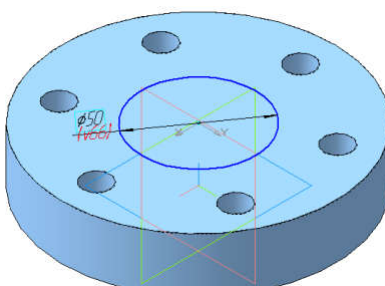
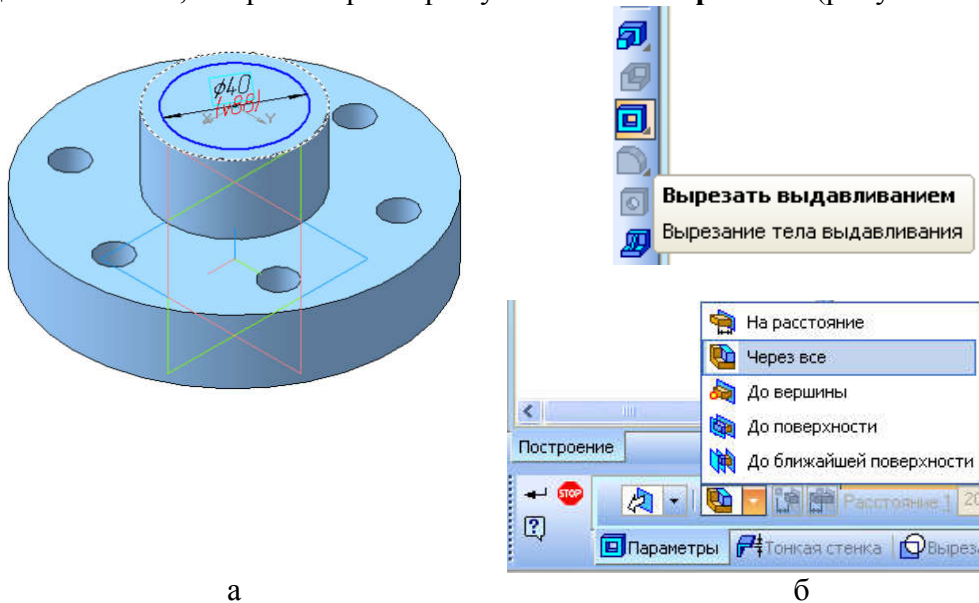
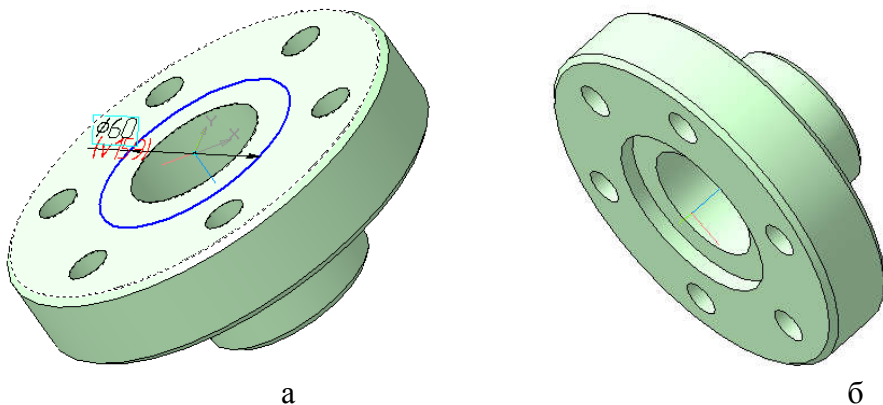
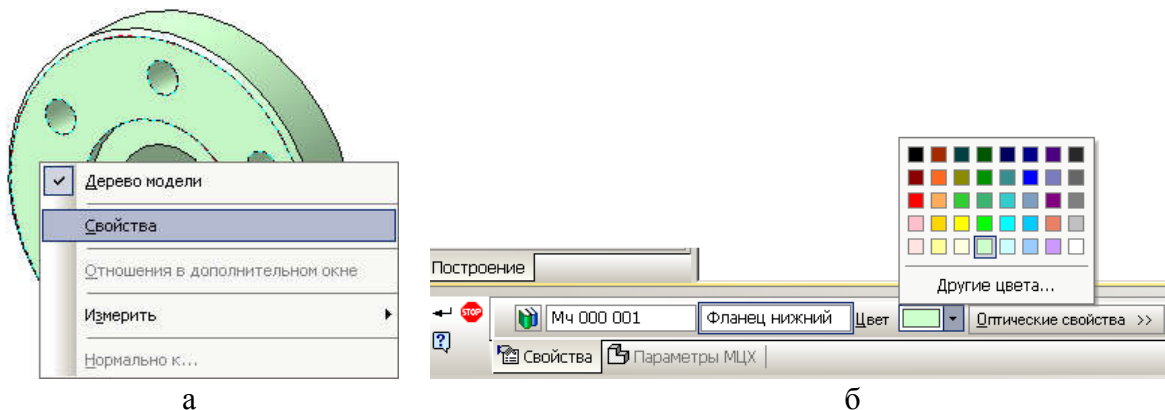

Рисунок 2 – Эскиз цилиндрического выступа
Рисунок 3 – Создание сквозного отверстия
Рисунок 4 – Построение фасок и цилиндрического паза
Рисунок 5 – Назначение свойств модели
7. Построить одну из деталей с разрезом «Корпус1» (см.прилож.14, рис.2), «Корпус2» (см.прилож.14, рис.3), «Корпус3» (см.прилож.14, рис.4), «Корпус4» (см.прилож.14, рис.5)
Создайте эскиз цилиндрического выступа **Ø50** на верхней плоскости основания фланца (рисунок 2). Выдавите на расстояние **26 мм**.
На верхней плоскости цилиндрического выступа выполните эскиз отверстия $\varnothing 40$ (рисунок 3а). Для создания сквозного отверстия воспользуйтесь командой **Вырезать выдавливанием**, в строке параметров установите «**Через все**» (рисунок 3б).
Постройте три фаски $2 \times 45^\circ$. На нижней плоскости фланца выполните эскиз цилиндрического паза $\varnothing 60$ (рисунок 4а) и вырежьте на глубину 5 мм (рисунок 4б).
Щелкните правой кнопкой мыши на свободном поле. В выпадающем меню выберите команду **Свойства** (рисунок 5а). В появившейся строке параметров назначьте цвет, материал и заполните название и обозначение модели (рисунок 5б).